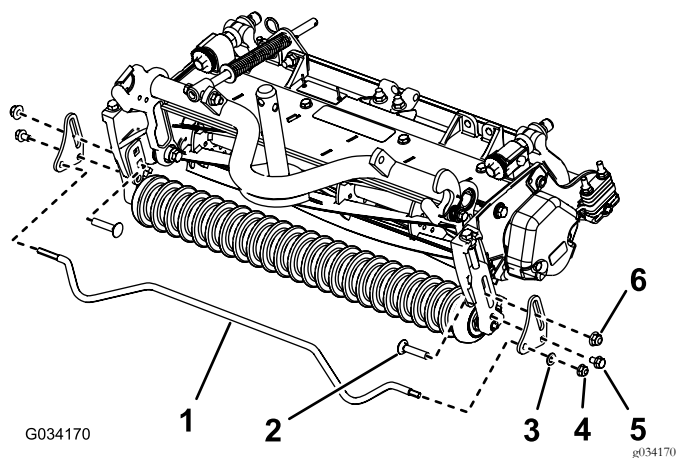

Рисунок 10
1. Установите пластину корзины с каждой стороны рамы режущего блока, используя одну фланцевую гайку (3/8 дюйма), один каретный болт (3/8 x 1-3/4 дюйма) и один фланцевый винт (5/16 дюйма); см. Рисунок 10.
2. Вставьте длинный шестигранный конец стержня корзины в одну пластину корзины, а другой конец – в другую пластину корзины (Рисунок 10).
3. Закрепите короткий шестигранный конец стержня с помощью фланцевой гайки (5/16 дюйма) и закаленной шайбы (Рисунок 10).